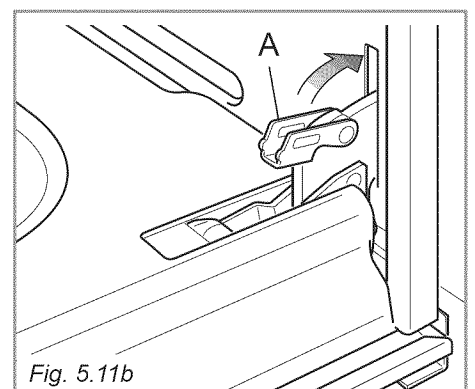

Fig. 5.11b
- Fermer le levier "A" sur les charnières gauche et droite (fig. 5.11b).